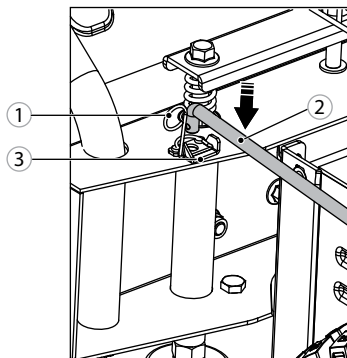

Рис. 12
Отстегните фиксирующую скобу 1 и вставьте продольную часть тяги поворота 2 в отверстие на корпусе щетки с левой стороны 3 (рис. 12).
3. Для регулировки положения открутите гайки крепления и передвиньте полозья по пазу (рис. 12).